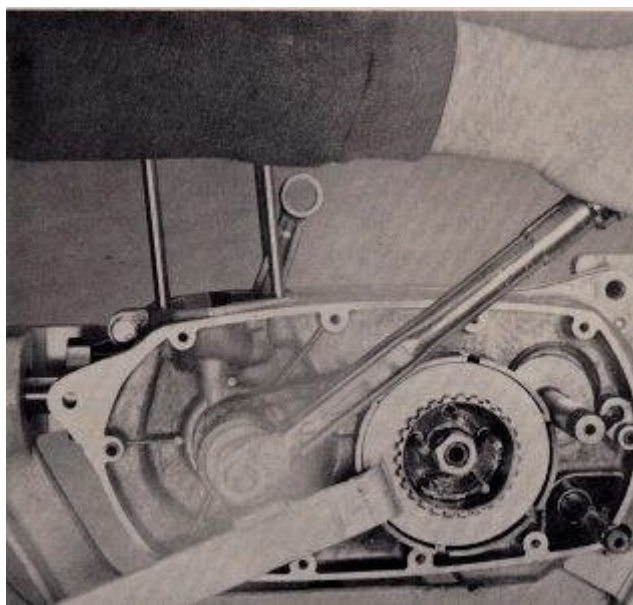

FIG. 99
18. Coloque el embrague sosteniendo la herramienta OSSA (N ° 999-204) a los centros del embrague. Gire a la derecha el concentradores hasta que el mango de la herramienta se apoya contra el árbol de transmisión junta elástica. Con una llave de 9 mm montado en una llave Allen, apriete la tuerca de la unidad junta elástica de hasta 65-70 libras / pie. par (Fig. 99).